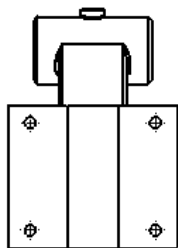

图 6.3.12 “消除隐藏线”模式
-  (消除隐藏线)：视图中的不可见边线以实线显示（图 6.3.12）。